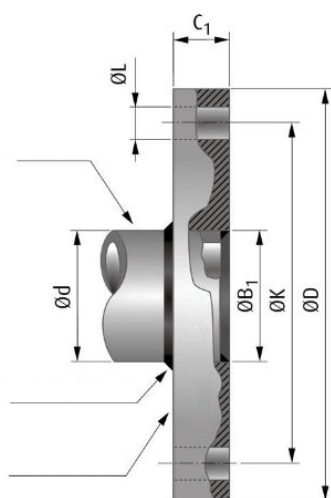

Figura 3
- Flangia cieca VI6093, illustrata nella Figura 3;